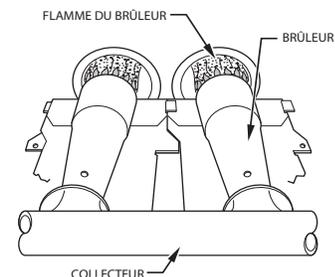

Fig. 65 – Flamme du brûleur
- i. Lorsque vous aurez obtenu l'admission appropriée, remplacez le capuchon qui masque les vis de réglage du régulateur. La flamme du brûleur principal doit être d'un bleu clair, presque transparent. Voir la Fig. 65.